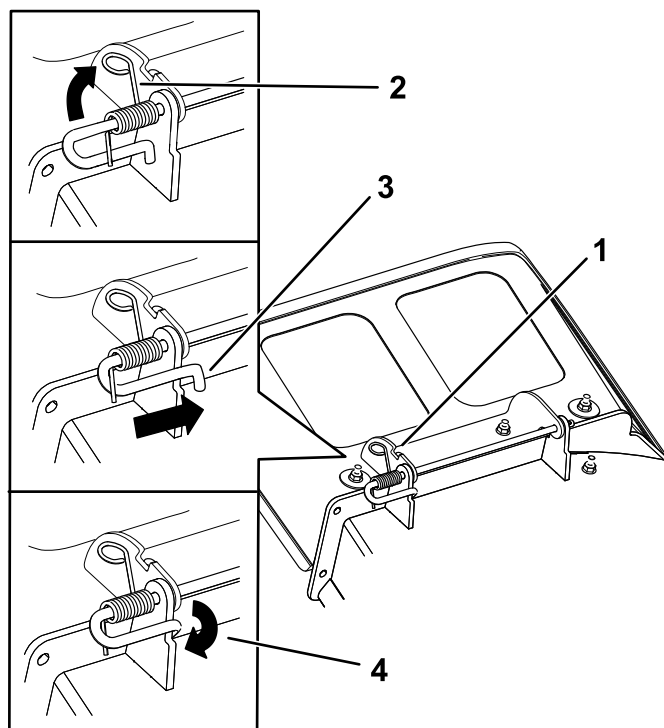

Рисунок 77
- Установите новый отражатель выброса так, чтобы концы кронштейнов находились между приварными кронштейнами на деке, как показано на Рисунок 77.
- Расположите пружину на стержне так, как показано на Рисунок 77, чтобы более короткий конец пружины выходил из-под стержня перед его изгибом и проходил над стержнем в месте выхода из изгиба.
- Поднимите конец пружины, имеющий петлю, и поместите его в выемку на кронштейне отражателя (Рисунок 77).
- Закрепите узел стержня и пружины, закрутив его таким образом, чтобы короткий конец стержня находился за кронштейном газонокосилки, приваренном к деке (Рисунок 77).